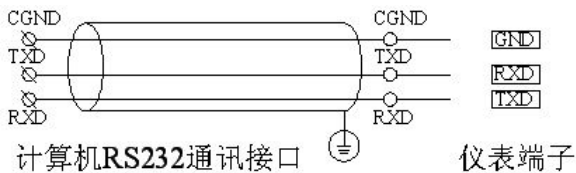

图 24 RS-232 通讯接线方法
- ◆ RS-232C 方式只允许一台上位计算机挂一台记录仪。RS-232C 通讯与计算机的接线如图 24 所示: